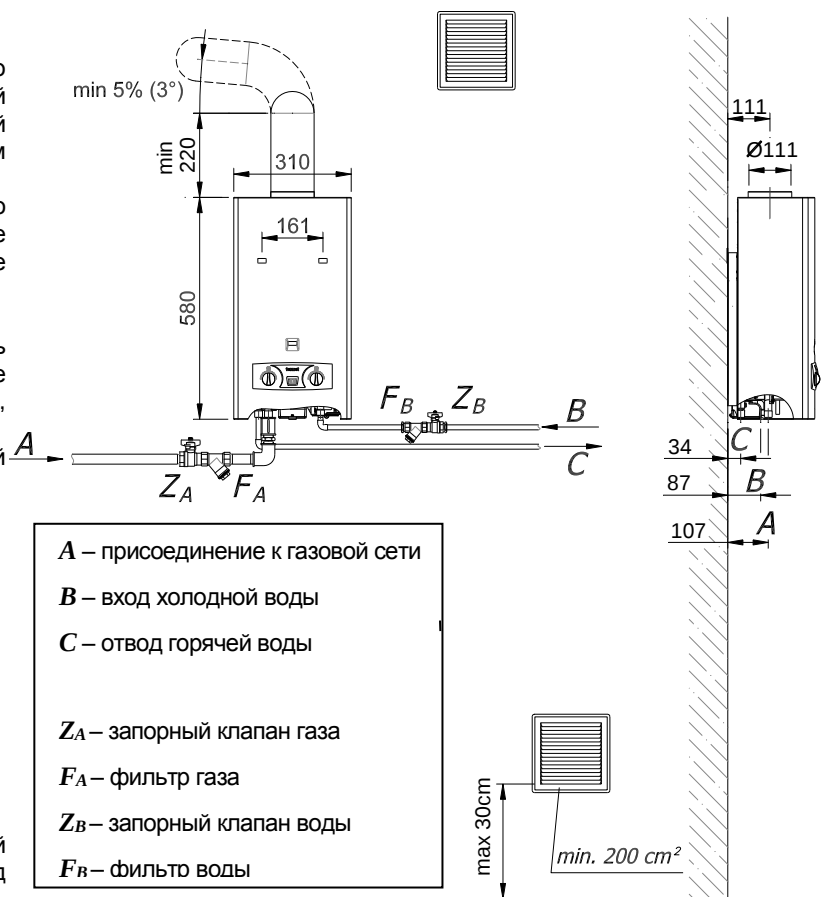

Рис.3.1.3.1. Схема установки трубопроводов воды, газа и продуктов сгорания
Схема установки трубопроводов воды, газа и продуктов сгорания указана на рис. 3.1.3.1.
Длина дымохода от оси входа трубы отводящей продукты сгорания до выпускаемой кромки под крышей должна быть не менее 2 м (рис. 3.1.3.1).
- Подключение водонагревателя к дымоходу необходимо согласовать с соответствующими организациями и должно соответствовать требованиям указанным на рис. 3.1.3.1